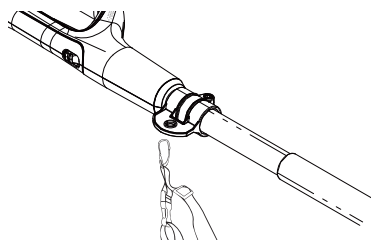

Fig. 17
2. Attachez la sangle d'épaule au trou du crochet de sangle d'épaule. (Fig. 17)